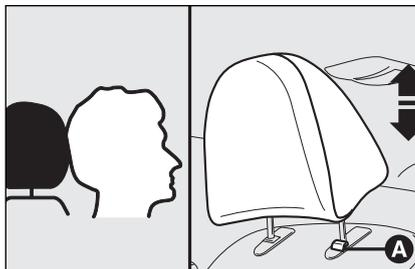

fig. 34
- réglage vers le bas: appuyer sur la touche **A**-fig. 34 et baisser l'appui-tête.